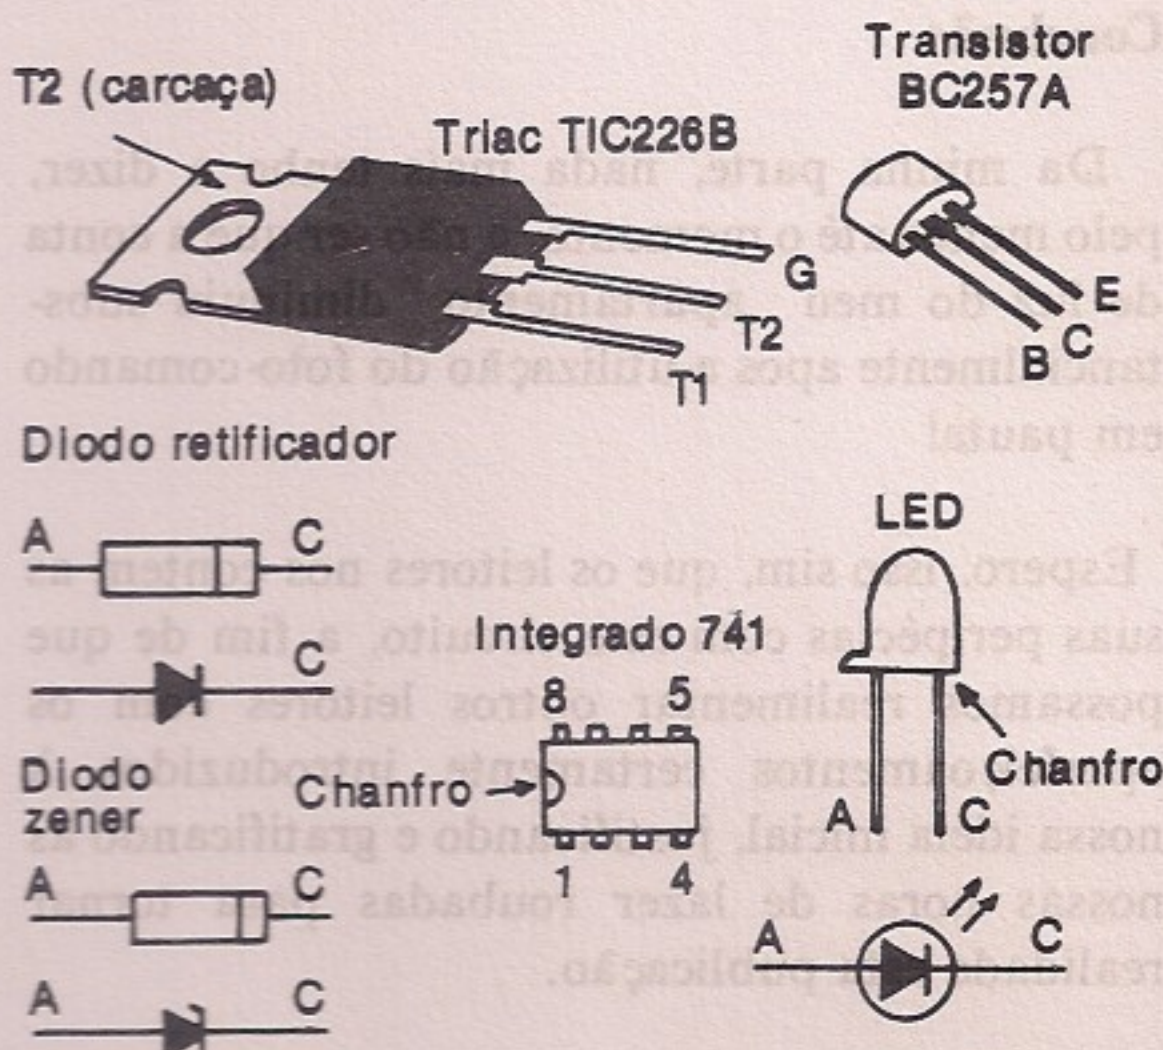

Fig. 13
- Curto-circuitando os dois terminais à esquerda do TRIAC (terminais T1 e T2 - fig. 13), a lâmpada terá de acender, a menos que ela esteja defeituosa ou as ligações mal feitas.
- Se a lâmpada acendeu, provocamos um outro curto entre o terminal inferior do resistor R7 (fig. 10) e o terminal G (fig. 13) do TR1, quando a carga, forçosamente, ficará ativa, a menos que o TRIAC se encontre defeituoso ou mesmo R7 com valor alterado.